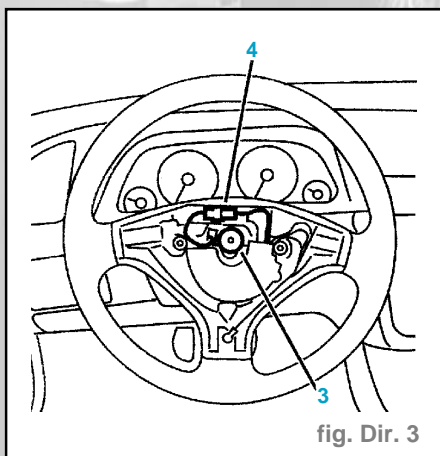

fig. Dir. 3
- Desserrer la vis (3) de quelques filets (fig. Dir. 3).
- Déposer la vis (3) (fig. Dir. 3).
- Déposer le volant avec précaution, sans arracher au passage le connecteur d'alimentation (4) après l'avoir déconnecter (fig. Dir. 3).